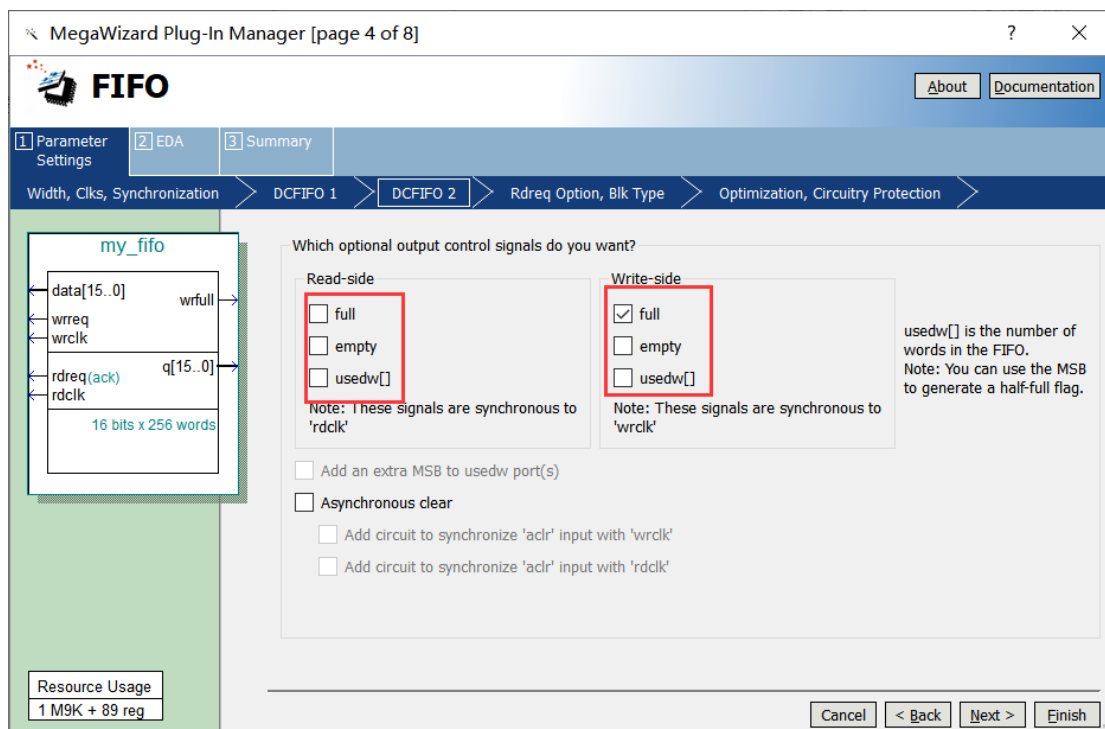

图 17-8
6、在此对话框选择空满标志信号及信号的输出方式（一般满标志选择写方向），如图 17-8 所示。